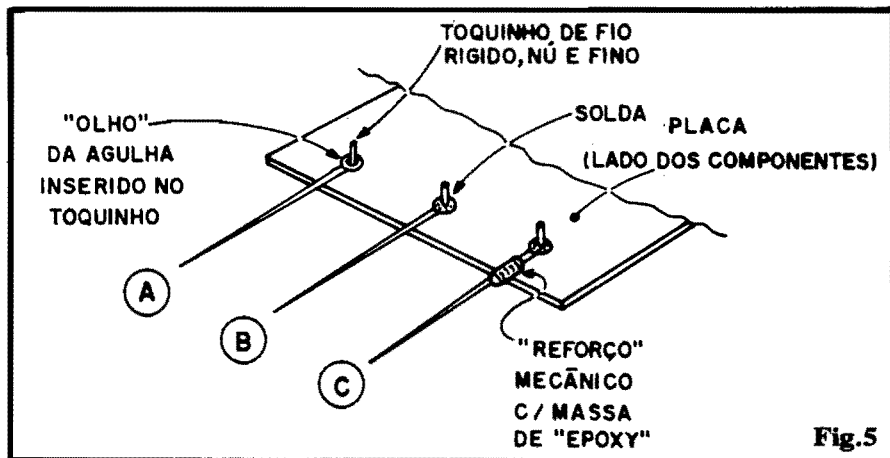

Fig.5
- FIG. 5 - DETALHES DA LIGAÇÃO/FIXAÇÃO DAS AGULHAS SENSORAS - Se forem usadas as sugeridas (ver item OPCIONAIS/DIVERSOS da LISTA DE PEÇAS) agulhas de costura manual, com "olho" na traseira (êpa!), tanto a sua ligação elétrica, quanto a sua fixação mecânica ficarão grandemente facilitadas, usando-se o método ilustrado: